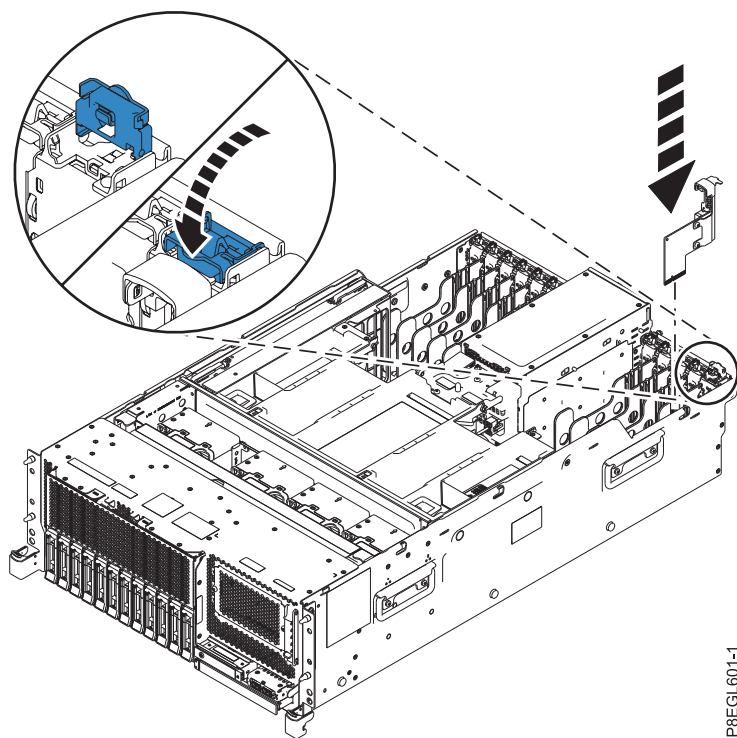
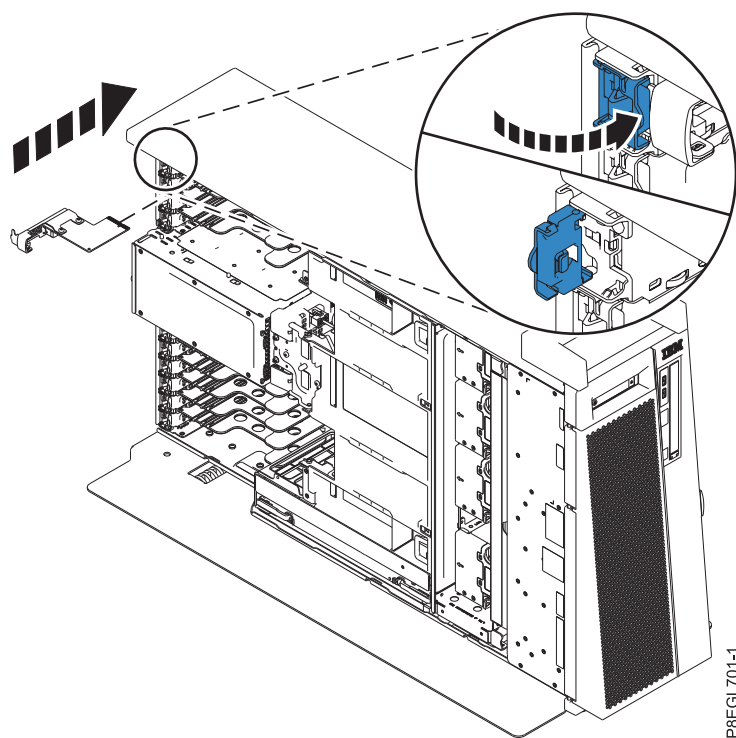

図 3. ラック・マウント型システムのシステム入出力カードの取り替え
図 4. スタンドアロン・システムのシステム入出力カードの取り替え
2. 青色のロック・ラッチを開いた位置にして、図 3 および 7 ページの図 4 に示すように、システム入出力カードをシステム上のガイド・レールに位置合わせし、カードをカード・スロットに直立して滑り込ませます。
3. 図 3 および 7 ページの図 4 に示す方向に青色のロック・ラッチを回転させて、システム入出力カードを適切な位置にロックします。